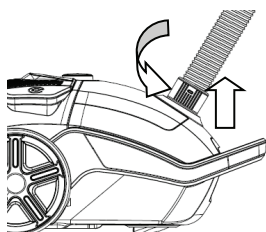

Рис. 2
Поверните байонетный разъем всасывающего шланга (16) против часовой стрелки, чтобы разблокировать. Извлеките байонетный разъем всасывающего шланга (16) из приемного патрубка (4) (Рис. 2).